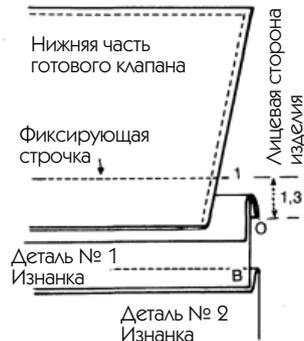

Рис. 526
3. Отогните книзу деталь, которую вы только что закрепили (деталь 1, рис. 526).
— На намеченное место (от 1 до 1) уложите клапан лицом к лицу изделия, краем кверху. Приколите булавками, затем прочно пристройте от 1 до 1 (рис. 526).